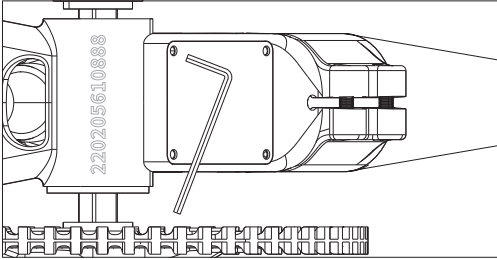

Рисунок 7-1
- a. Послабте чотири гвинти на кришці поруч з нижнім кронштейном у напрямку проти годинникової стрілки за допомогою шестигранного ключа 3 мм, потім вийміть гвинти та кришку, як показано на [Рисунок 7-1].